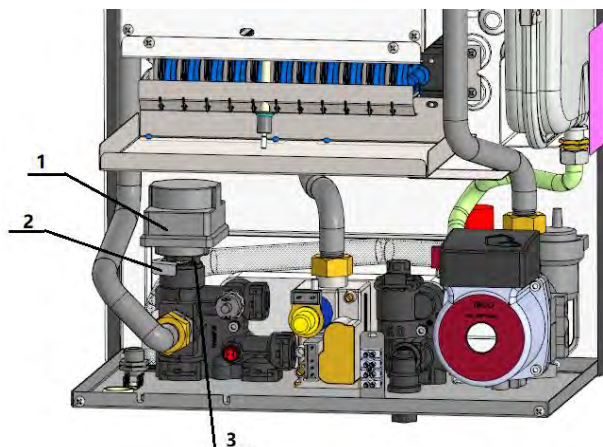

Рис. 14 Демонтаж трёхходового клапана
- отключить кабель с электродвигателя трёхходового клапана (1), см. рисунок 14;
- снять скобу (2) крепления электродвигателя трёхходового клапана (1);
- снять электродвигатель трёхходового клапана (1), потянув вверх;
- ключом рожковым S32 выкрутить фланец трёхходового клапана (3) против часовой стрелке;
- снять фланец трёхходового клапана (3) потянув вверх;